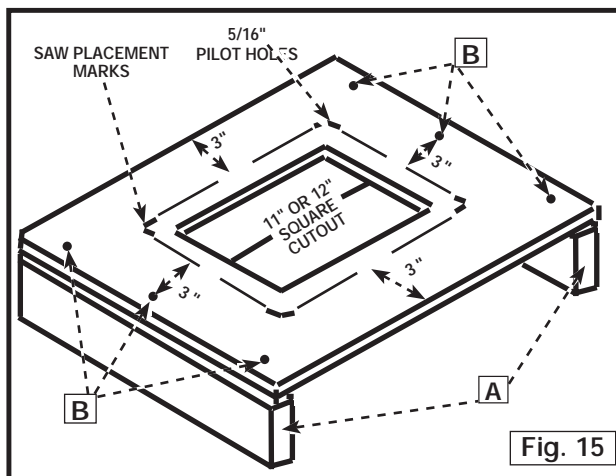

Fig. 15
Usted puede construir también un apoyo elevado sencillo, como mostrado en el Fig. 15.
Cuadre el vno en la superficie secundaria y marca la ubicación para cuatro 5/16 hoyos de pulgada para ser taladrada (Fig. 15).
Coloque la sierra a un costado y realice orificios en las ubicaciones marcadas previamente. Marque un cuadrado de 279,4 ó 305 mm (11" ó 12") centrado entre los cuatro orificios de montaje. Corte y retire el cuadrado (Fig. 15).
Para elevar la superficie secundaria, la medida dos de 2x4s 4B (A) Fig. a la anchura de dos lados opuestos de la superficie secundaria. Conecte la superficie secundaria a las orillas estrechas del 2X4s (como mostrado en el Fig. 15) utilizando los tornillos de madera (no proporcionado) en por lo menos tres Fig. 15 de lugares (B) en cada lado
Conecte la superficie secundaria a las orillas estrechas del 2X4s (como mostrado en el Fig. 15) utilizando los tornillos de madera (no proporcionado) en por lo menos tres Fig. 15 de lugares (B) en cada lado.